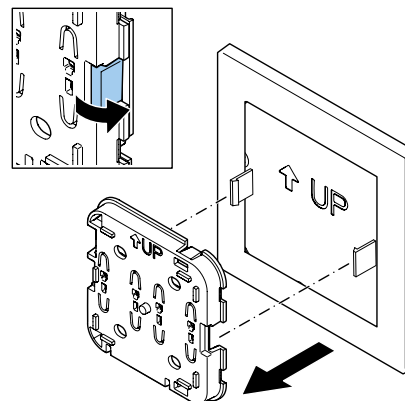

Abb.2 - Entfernen Sie das Gerät von den Haken der Montageplatte
2. Lösen Sie das Gerät von den Haken der Montageplatte (Abb. 2).